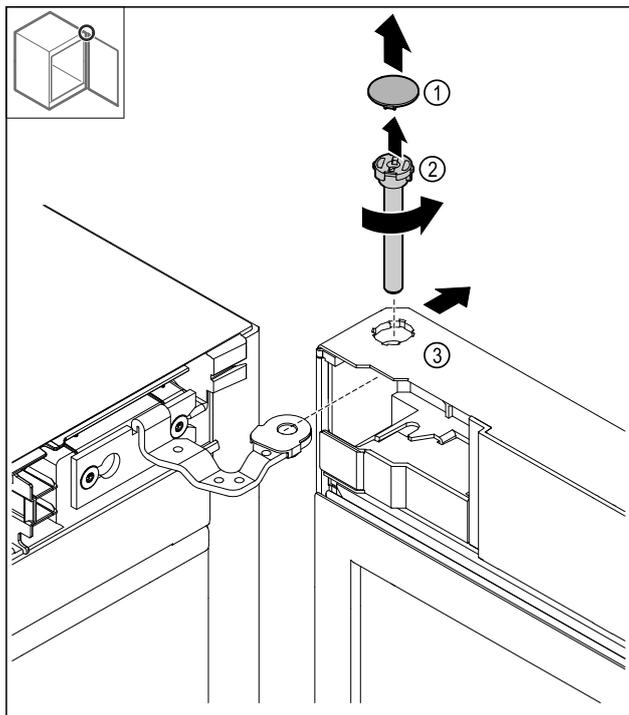

Fig. 18
- ▶ Снимите крышку Fig. 18 (1).
- ▶ Открутите палец Fig. 18 (2) против часовой стрелки и извлеките его.
- ▶ Немного отклоните дверь Fig. 18 (3).